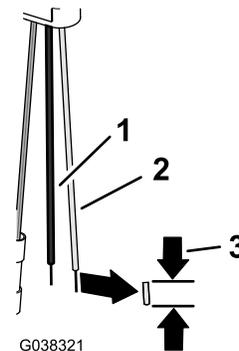

図 38
- 4ピンアダプタのピンクと黒のコードからそれぞれ絶縁体の部分を 8mm 剥ぎ取る 図 38。